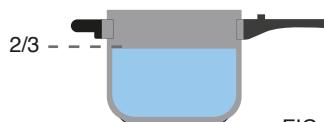

FIG. 1
1. Nunca llene la olla más de dos tercios (2/3) de su capacidad o sobrepase la marca de nivel "MAX" grabada en el interior del cuerpo (11) de la olla. Esto incluye los líquidos e ingredientes sólidos añadidos a la olla (FIG. 1).